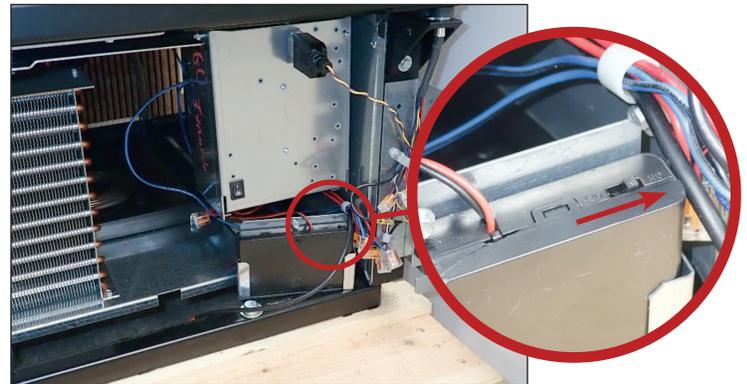

Abb. 2. Lage des Notstromsystems.
2. Den Einschalter am batteriegestützten Notstromsystem auf **ON** stellen. Siehe Abb. 2.